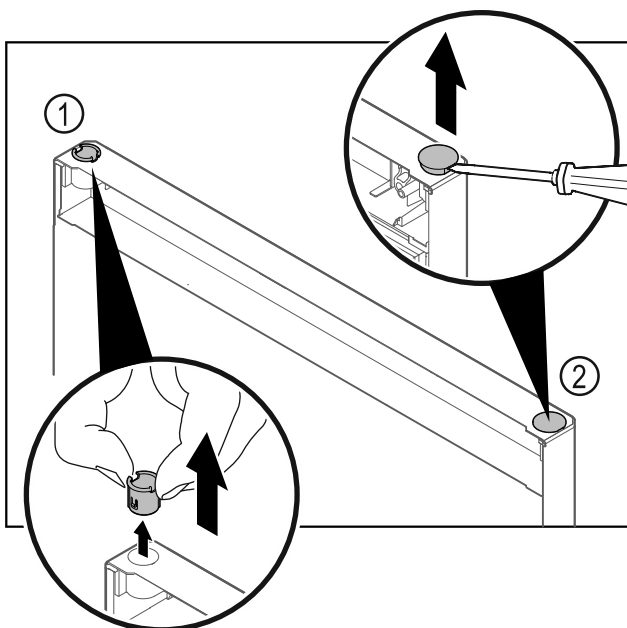

Fig. 19
- Trekk ut hengselbøssingen Fig. 19 (1) med fingrene.
- Løft dekkstøpselet Fig. 19 (2) forsiktig opp med en skruetrekker, og trekk det av.